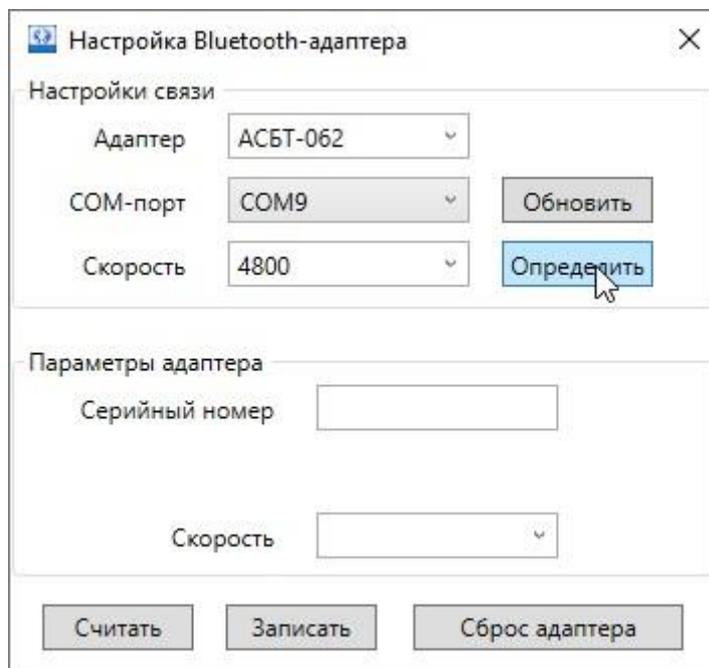

Рис.9. Установка значения скорости обмена с адаптером.
3.3.7. В области **Настройки связи** нажмите кнопку **Определить**. Значение скорости обмена с адаптером установится автоматически (рис.9).